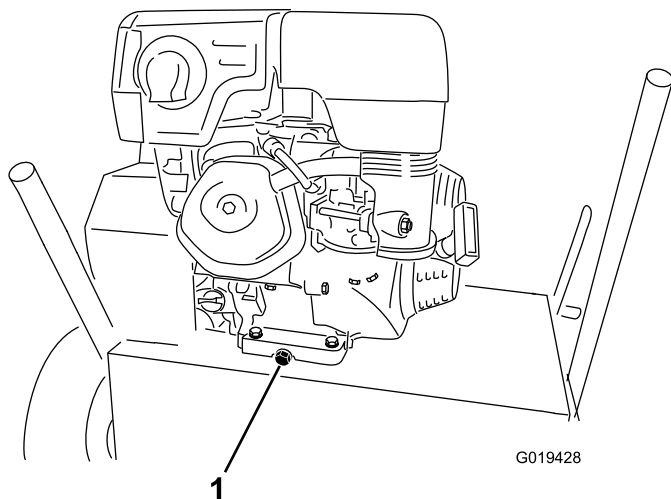

Bild 15
4. Entfernen Sie die Ablassschraube (Bild 15).